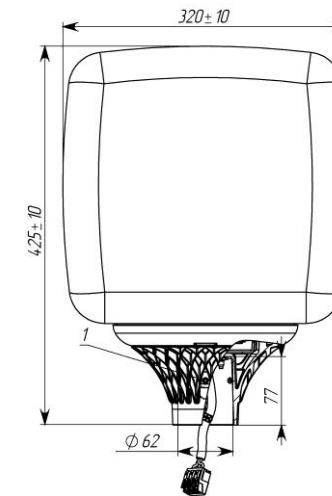

Рисунок 2
2.1 Светильники торшерные серии GALAD Одиссей LED-40 (Рисунок 2) предназначены для функционально-декоративного освещения парков, скверов, бульваров, зон отдыха, территорий микрорайонов, коттеджных посёлков.
«Разрешенные пространственные положения установки светильника Одиссей LED» и закрепляют тремя болтами М6 (поз.1 Рисунок 2) с усилием затяжки 3,5 – 4 Н.м.